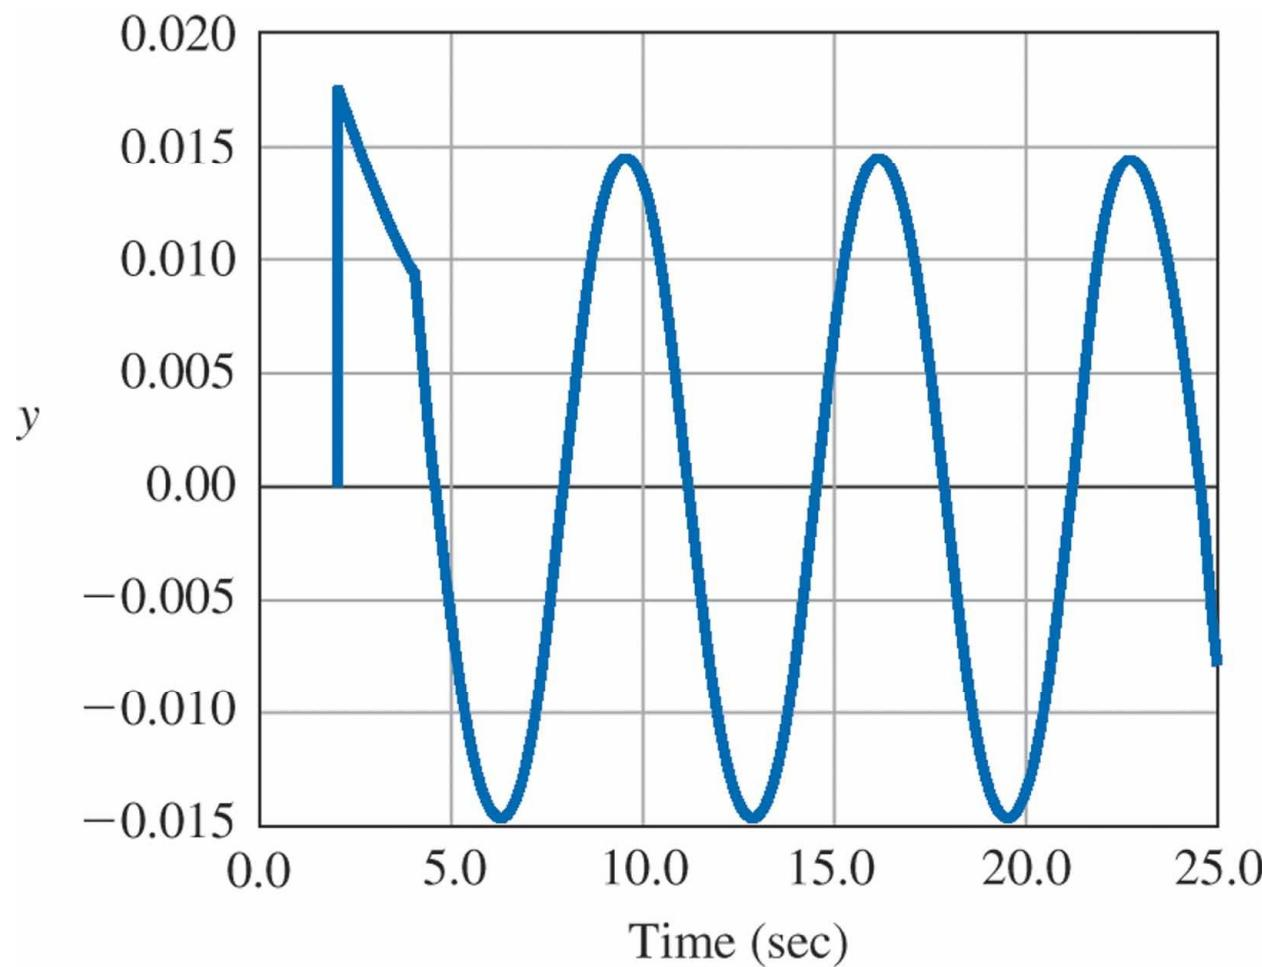

Figure 4.44 Unit impulse response for the paper machine in Problem 4.33
- O sistema torna-se marginalmente estável para um ganho proporcional de  $k_u = 3,044$  como mostrado pela resposta ao impulso na Fig. 4.44. Encontre os parâmetros do controlador PID usando as regras de sintonia de Zeigler-Nichols.